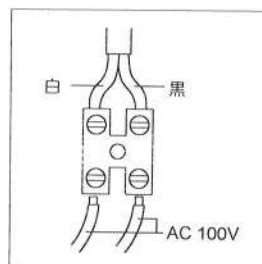

図 8
- 配線は端子の中に電線を差し込み、ネジで止めてください。(図 8 参照)